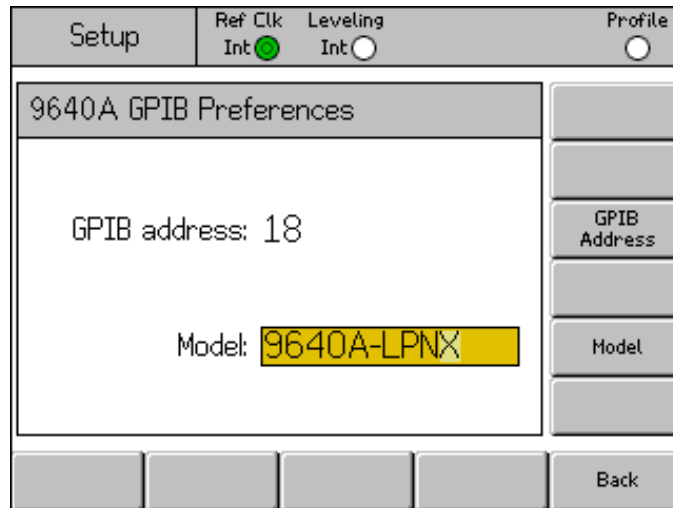

Abbildung 3-23. 9640A GPIB-Präferenzen-Modell (Eingabe)
7. Falls notwendig, verwenden Sie den Softkey „Model“ („Modell“), um das Modellfeld zu markieren. Siehe Abbildung 3-23. Das Feld korrespondiert mit dem <Modell>-Teil der *IDN? Antwort für die ausgewählte Emulations-Persönlichkeit. Das Modellfeld wird nur für Emulations-Persönlichkeiten angezeigt, die *IDN? unterstützen.